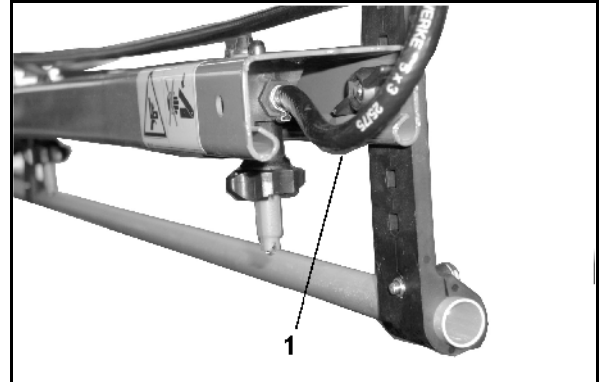

Fig. 77
- ger ett kontinuerligt omlopp för sprutvätskan i sprutledningarna. Därför sitter det i varje ände på resp. delbredd en spolslang (Fig. 77/1) systemet kan spolas både med vatten eller sprutvätska.
- en spolanslutning (Fig. 77/1) till resp. delbredd